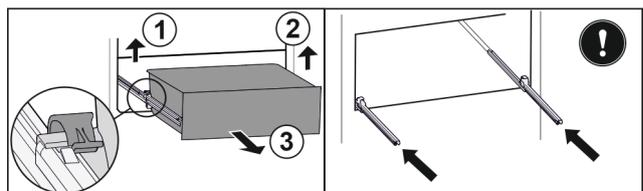

Fig. 46
- ▶ Linke Klemme anheben und gleichzeitig Schubfach links nach vorne ziehen. Fig. 46 (1)
- ▶ Rechte Klemme anheben und gleichzeitig Schubfach rechts nach vorne ziehen. Fig. 46 (2)
- ▶ Schubfach nach vorne entnehmen. Fig. 46 (3)